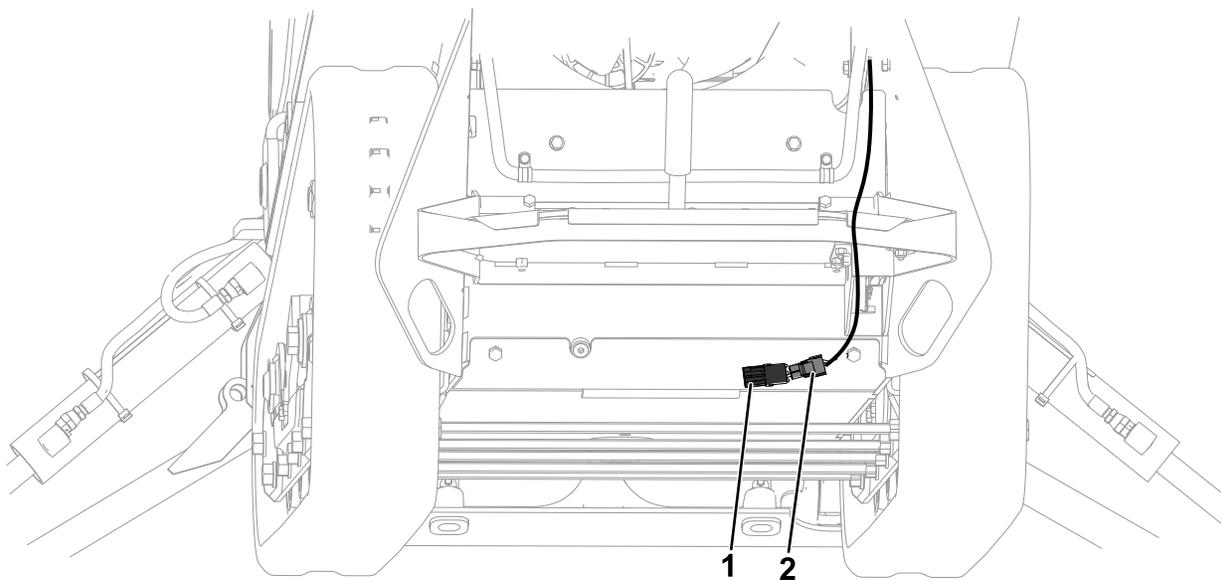

Figura 14
11. Collegate i 2 connettori rimanenti al collegamento dell'interruttore del freno di stazionamento del cablaggio principale e al freno di stazionamento (**Figura 14**).